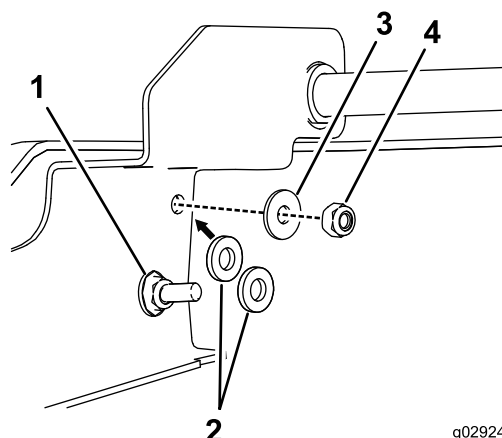

Figur 3
8. Ved å bruke de venstre og høyre hengseldekselbrakettene og en jigg borer du ut to hull på 8,5 mm på hver side av motordekselet (Figur 3).